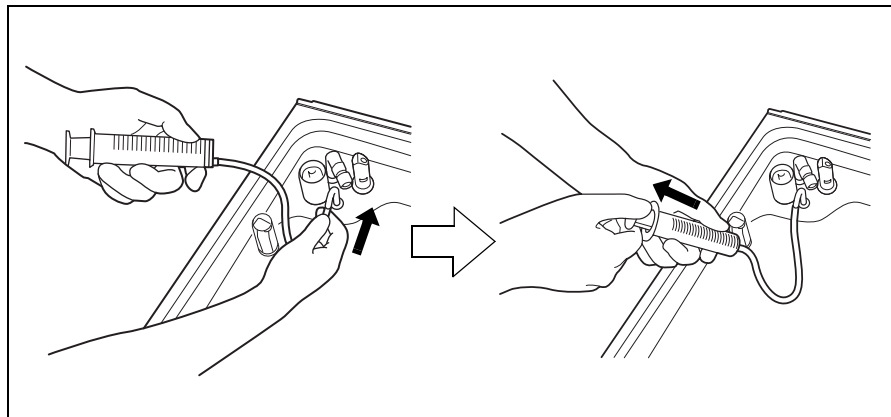

Рис. 7.89
6. Чтобы удалить моющее средство из трубки, подсоедините трубку со шприцом к отверстию моющего средства внутри резервуара для обработки и отсосите моющее средство с помощью спирта (см. Рис. 7.89).
9. Чтобы заполнить трубку подачи моющего средства раствором дезинфицирующего средства, подсоедините трубку со шприцом к отверстию моющего средства и повторите отсасывание с помощью шприца до тех пор, пока дезинфицирующее средство не начнет поступать из трубки. Не допускайте поступление воздуха в трубку подачи моющего средства во время этой процедуры (см. Рис. 7.89).
12. Чтобы удалить раствор дезинфицирующего средства из трубки подачи моющего средства, подсоедините трубку со шприцом к отверстию моющего средства и повторите отсасывание с помощью шприца до тех пор, пока дезинфицирующее средство не перестанет поступать из трубки (см. Рис. 7.89).
15. Чтобы промыть трубку, подсоедините трубку со шприцом к отверстию моющего средства и отсосите шприцом не меньше 50 мл стерилизованной воды (см. Рис. 7.89).
17. Чтобы удалить воду из трубки, подсоедините трубку со шприцом к отверстию моющего средства и отсосите шприцом не меньше 50 мл раствора моющего средства (см. Рис. 7.89).